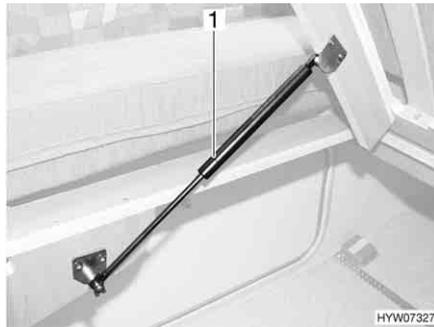

Fig. 113 Lit fixe
- Soulever le sommier à lattes. Les ressorts à pression de gaz (Fig. 113,1) maintiennent le sommier à lattes en position ouverte.